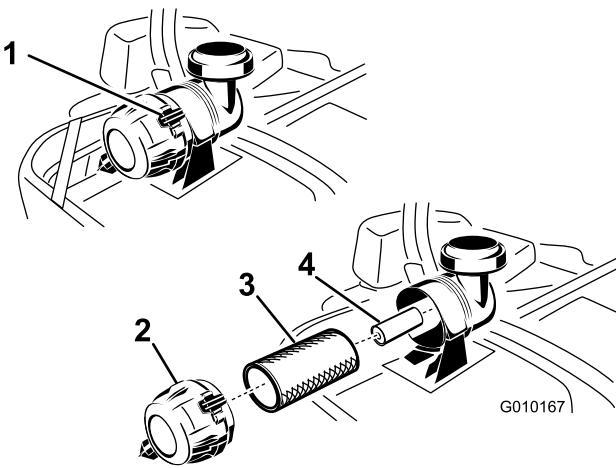

Figura 42
3. Premete verso il basso per rilasciare i dispositivi di fermo sul filtro dell'aria e togliere il coperchio dal corpo del filtro (Figura 42).
5. Estraete con cautela il filtro primario dal corpo del filtro dell'aria (Figura 42). Non urtate il filtro contro il corpo.
1. Non pulite il filtro primario di carta, sostituitelo (Figura 42).
2. Se sostituite il filtro secondario, inseritelo con cautela nel corpo del filtro (Figura 42).
3. Montate con cautela il filtro primario sul filtro secondario (Figura 42). Premete sul bordo esterno del filtro mentre lo inserite, per accertarvi che venga inserito a fondo.
di fermo blocchino il coperchio nella corretta posizione (Figura 42).